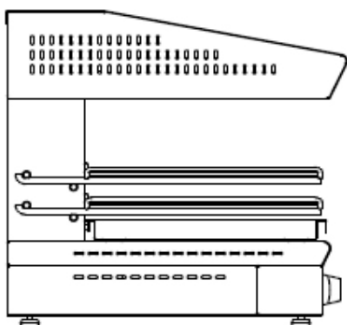

Abb. 2
- Drücken Sie die Taste (3).
- Schalten Sie den Drehknopf (6) auf die Position 1. Die Hitze des Grillguts reguliert werden. Je größer der Abstand zwischen dem Grillgut und dem Heizelement ist, desto geringer ist die Hitzeintensität. Bei Geräten mit festem Grilldeckel (SFH..) wählen Sie die Hitzeintensität, indem Sie die Pfanne auf verschiedene Höhen stellen, wie in Abb. 2 gezeigt.
Die Rostabdeckung muss sich in maximaler Höhe über dem Kochfeld befinden (Abb. 2). Wechselseitige Heizelemente halten das Kochgut auf dem Topf auf der während des Kochvorgangs erreichten Temperatur.